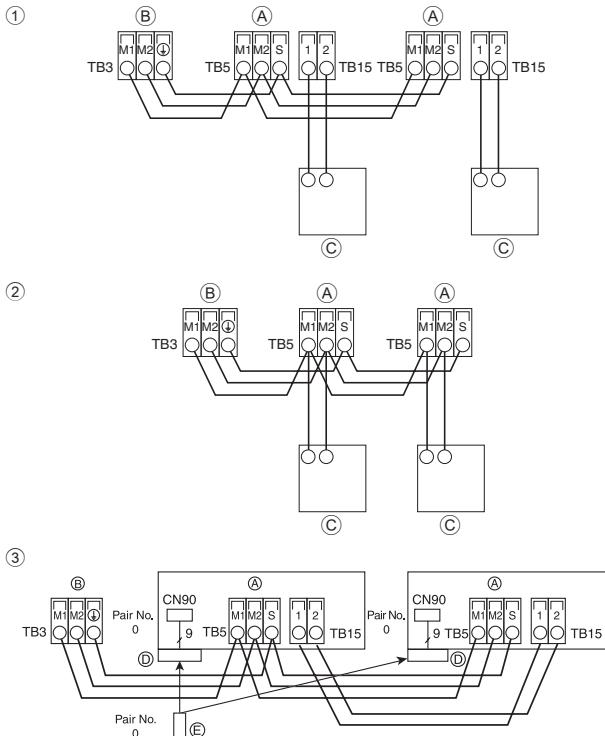

Fig. 6-3
6.4. 连接遥控器、室内和室外传送电缆 (Fig. 6-3)